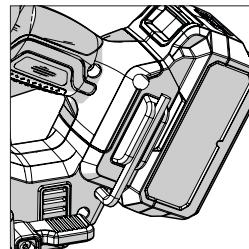

Abb.1
- Der im Lieferumfang enthaltene Sechskantschlüssel für den Blattwechsel befindet sich im Aufbewahrungsfach des Geräts. (**Abb. 1**)